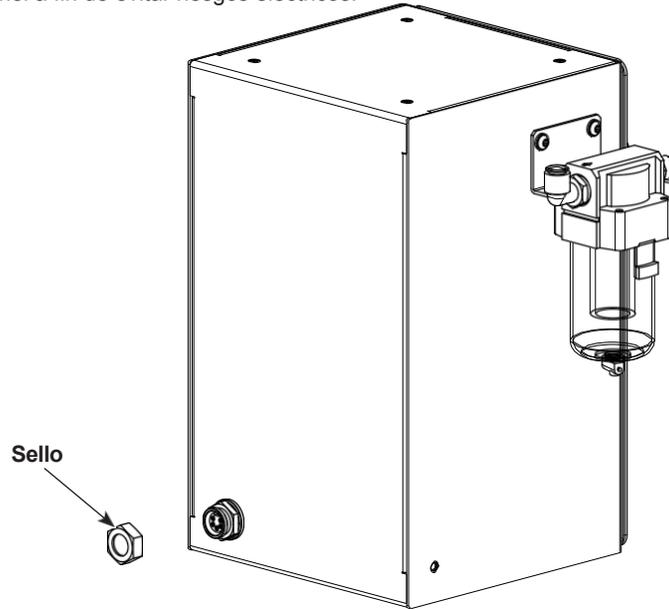

Figura 7-1 Junta del receptáculo
**ADVERTENCIA:** Véase la Figura 7-1. El controlador de la bomba se envía con un precinto en el receptáculo para el motor vibrador que se retira para su uso con los sistemas móviles VBF. Este precinto debe mantenerse en el receptáculo del controlador de la bomba para los sistemas de pared y riel a fin de evitar riesgos eléctricos.